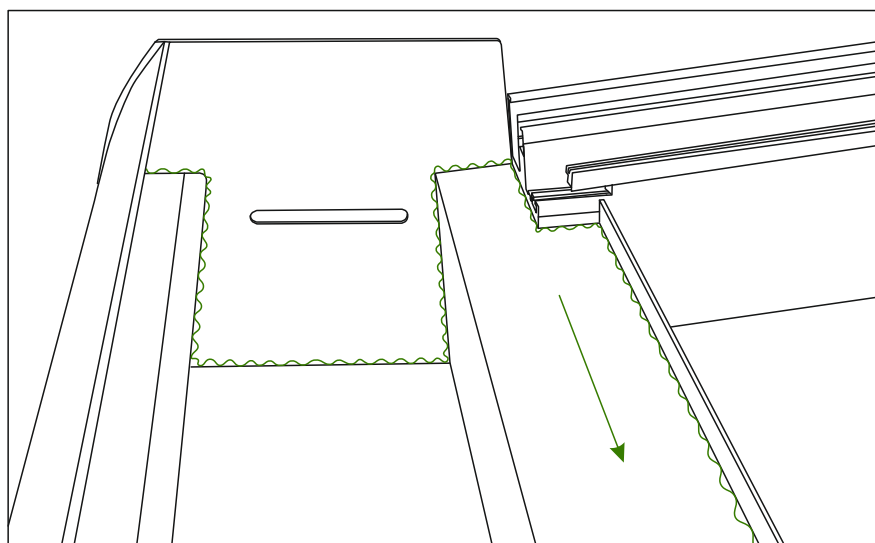

Abb. 5
4. 3. Beim oberen HT- Rohr soll die Nut, die Für Dichtgummi vorgesehen ist, weggeschnitten werden. Bitte beachten Sie dabei, dass die breite Kante des HT-Rohrs noch verbleiben soll, damit das HT-Rohr nicht durch die von Ihnen vorgefertigte Bohrung in der Rinne durchfallen kann. Siehe Abb. 5.
5. Versiegeln Sie anschließend im Innenraum der Rinne alle Kanten und Schnittstellen zwischen einzelnen Elementen mit Silikondichtung. Siehe Abb. 5.